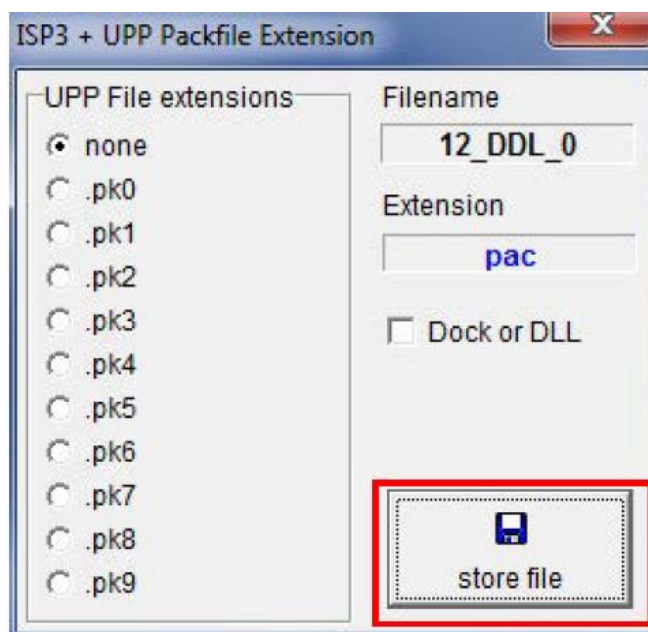

Рисунок 15
3.14 Подтвердите, нажав кнопку «**store file**» (рисунок 15).